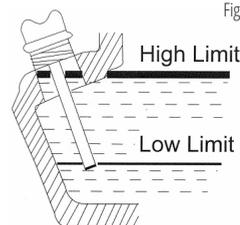

Fig. 10
1. Assurez-vous que le générateur est installé sur une surface plane et horizontale (Fig 10).